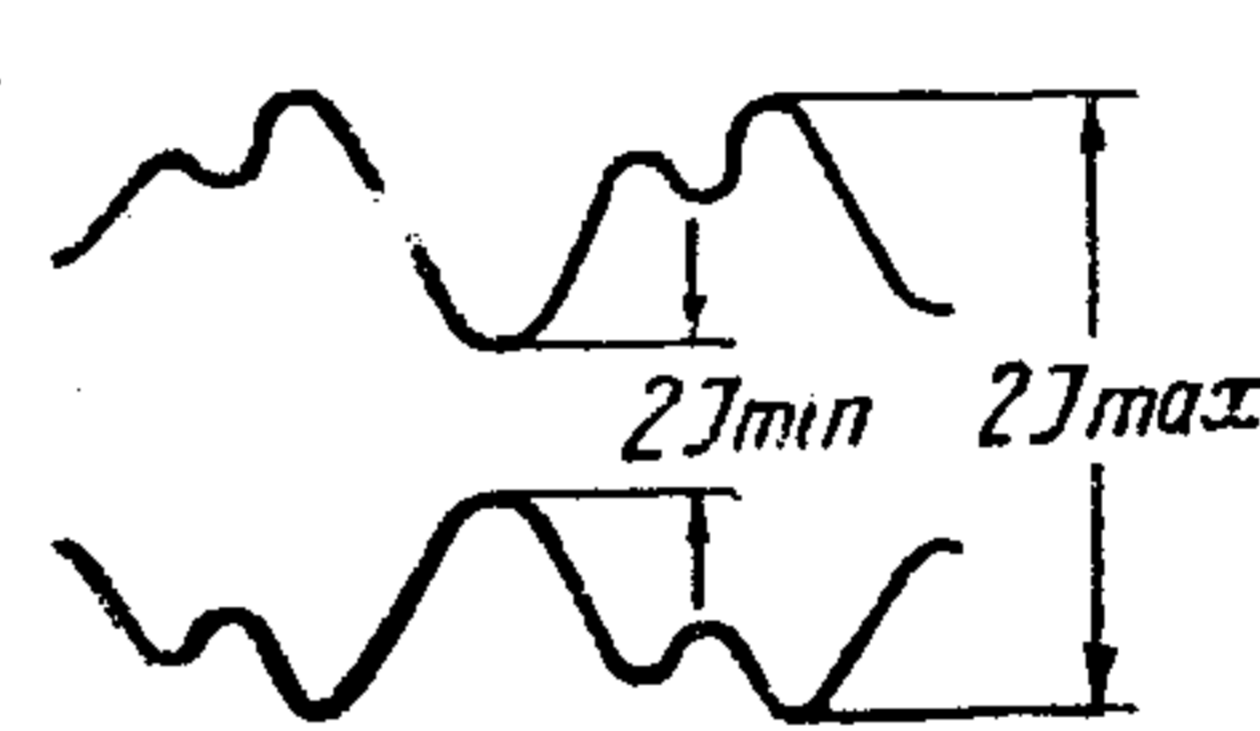

Рис. 117. Форма модулированных колебаний.
- 3) громко и равномерно произносится звук «а», подобрать частоту развертки и синхронизацию так, чтобы на экране осциллографа появилось изображение, подобное рис. 117, после чего измерить максимальную и минимальную ширину изображения, т. е. $2I_{\text{макс}}$ и $2I_{\text{мин}}$;